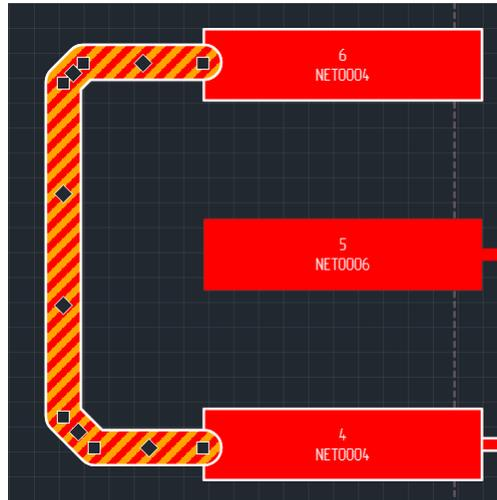

Рис. 276 Выбор трека целиком
3. Для выбора всего трека нажмите клавишу «Пробел» («Space»), см. Рис. 276.